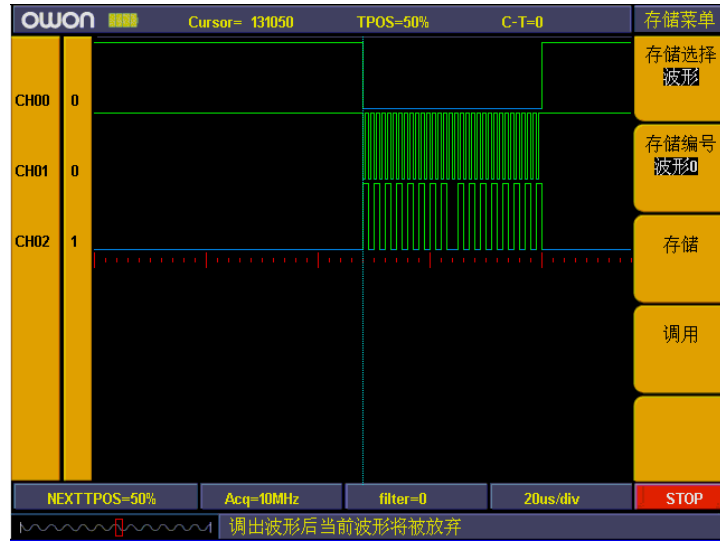

图 5-74：波形存储
- 8、在调出存储的波形和设置，直接按“F4”键，存储的波形或设置就被调出。见图 5-74。